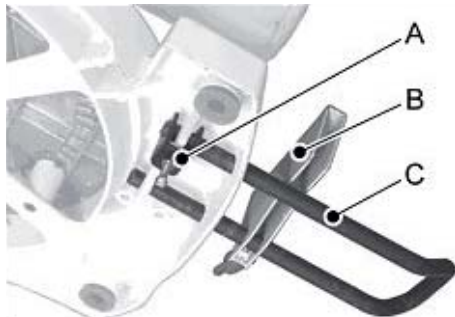

Рис. 3
- Упор для резки по длине (B, Рис. 3) передвиньте на желаемое место.
- Удлинители (C) с жестяными хомутами (A) прочно зажать на основании пилы.